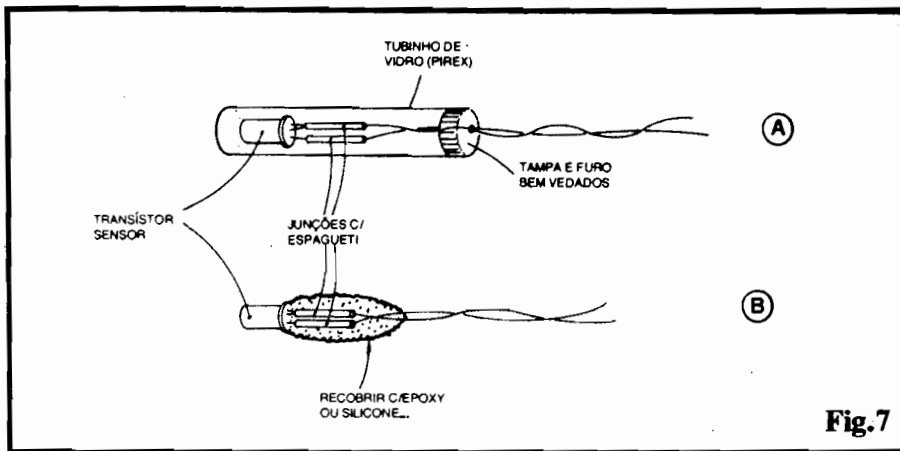

Fig.7
- FIG. 7 - "AJEITANDO" O SENSOR... - Conforme já deve ter ficado mais do que claro, o elemento sensor de Temperatura (que "converte" os "graus" em parâmetros de "voltagem", a serem interpretados e lidos pelo circuito...) é o transistor 2N2222... Este, na maioria das aplicações, deve receber alguma proteção, no sentido de isolar as conexões aos seus terminais, já que - se isso não for feito - "leituras" e interpretações errôneas se verificarão (devido à grande sensibilidade dos estágios iniciais internos do conversor analógico/digital 7107...). Basicamente, duas maneiras existem de proteger elétrica e mecanicamente tais conexões... Em 7-A temos uma sugestão simples, porém muito válida, para inúmeras aplicações, com o transistor/sensor "embutido" num tubinho de vidro, tipo "pirex" (pode ser obtido em casas que fornecem materiais para laboratórios químicos...), junções de terminais com os respectivos fios protegidas por espaguets plásticos, e uma boa vedação na tampa do tubo (com pasta de silicone, ou epoxy...). A solução mostrada em 7-B é mais simples,